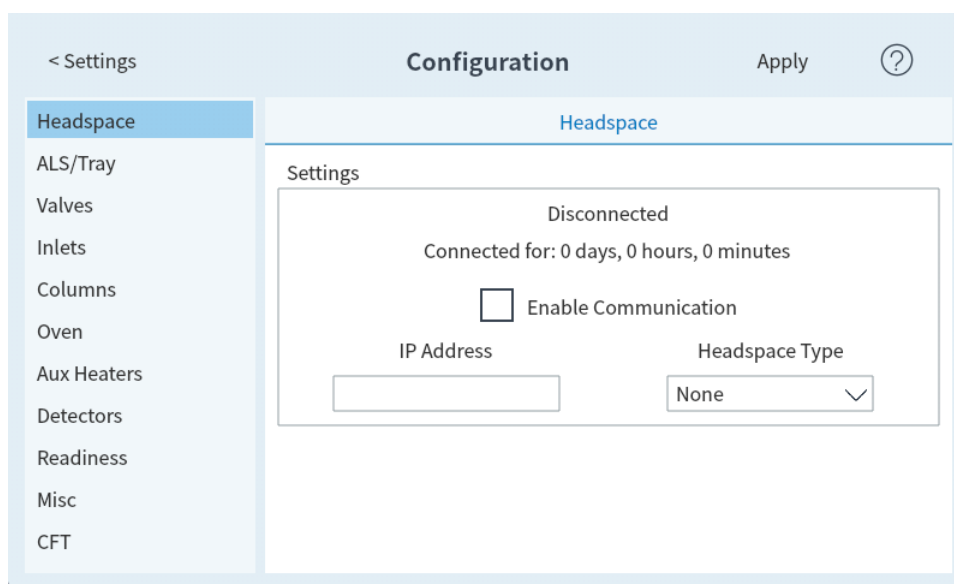

Figura 69. Página de ajustes de espacio de cabeza
1. Seleccione **Ajustes (Settings) > Configuración (Configuration) > Espacio de cabeza (Headspace)**. Consulte la Figura 69.